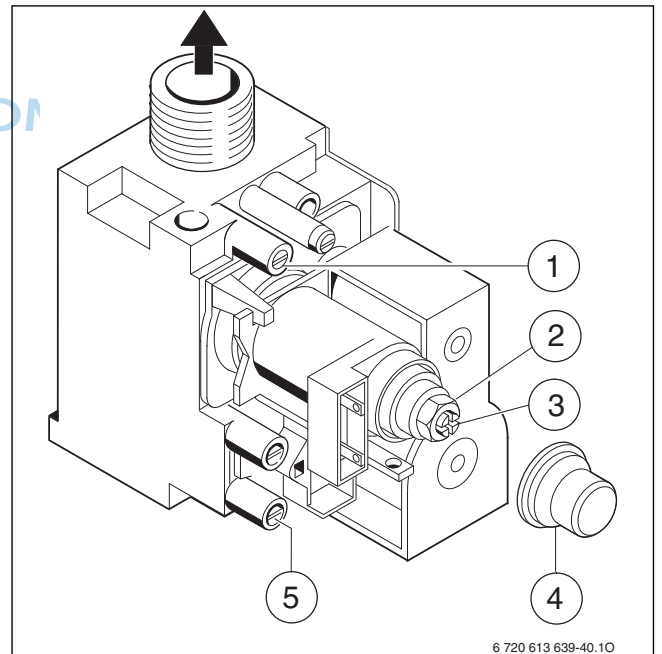

Bild 35 Gasarmatur
- ▶ Dichtschrabe am Mess-Stutzen für Düsendruck (→ Bild 35, [1]) lösen und U-Rohrmanometer anschließen.
- ▶ Abdeckung (→ Bild 35, [4]) entfernen.
- ▶ Für „max“ angegebenen Düsendruck (mbar) aus Tabelle Seite 46 entnehmen. Düsendruck über Einstellschraube max. Gasmenge (→ Bild 35, [2]) einstellen. Rechtsdrehung mehr Gas, Links-drehung weniger Gas.
- ▶ Für „min“ angegebenen Düsendruck (mbar) aus Tabelle Seite 46 entnehmen. Düsendruck über Einstellschraube min. Gasmenge (→ Bild 35, [3]) einstellen.
- ▶ Dichtschrabe am Mess-Stutzen für Gas-Anschlussfließdruck (→ Bild 35, [5]) lösen und Druckmessgerät anschließen.
- ▶ Für „max“ angegebene Gasdurchflussmenge aus Tabelle Seite 46 entnehmen. Gasdurchflussmenge über Gaszähler an Einstellschraube max. Gasmenge (→ Bild 35, [2]) einstellen. Rechtsdrehung mehr Gas, Linksdrehung weniger Gas.
- ▶ Für „min“ angegebene Gasdurchflussmenge aus Tabelle Seite 46 entnehmen. Gasdurchflussmenge über Gaszähler an Einstellschraube min. Gasmenge (→ Bild 35, [3]) einstellen.